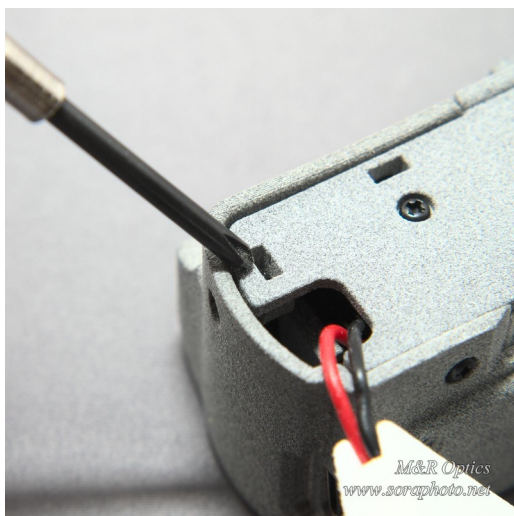

図13 蓋上面へナットの取り付け
6. 蓋をグリップに固定するため、4箇所M2ナットを取り付けます。(図13)